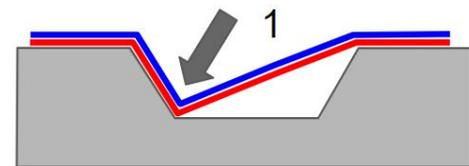

Fig.3
- 3) Premere con le dita nella parte più profonda della corrugazione e assicurarsi di ottenere il 100% del contatto tra la pellicola e la superficie. Riscaldare eventuali aree che non siano ancora entrate in contatto con il substrato e seguire delicatamente la forma con le dita. L'utilizzo di guanti leggermente bagnati facilita il procedimento (mantenere sempre la temperatura tra  $35$  e  $50^\circ\text{C}$  in questa fase). Fig.3